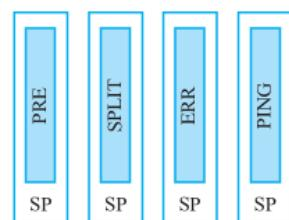

图 15.16 特殊数据包的指示
(4) 特殊数据包：USB 规范定义了四种特殊数据包，如图 15.16 所示。